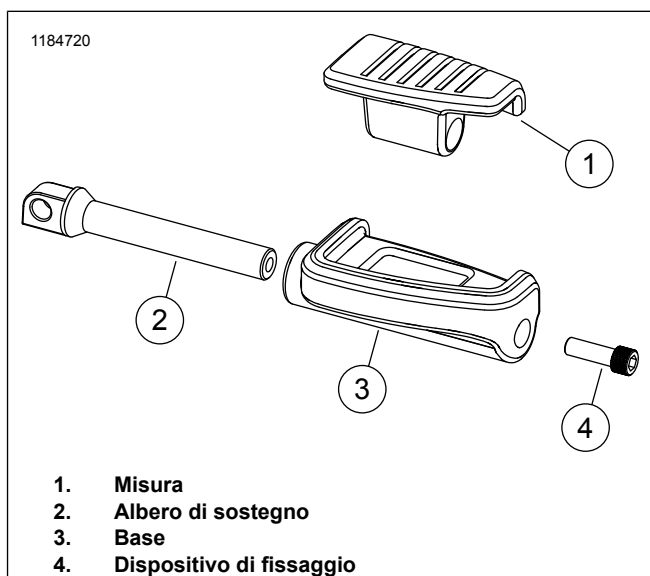

Figura 4. Kit mini-pedana: 50501148, 50501225
- Per il kit 50501148, vedere Figura 4 e Tabella 1. I dispositivi di fissaggio (2) 10500147 (cromati) sono disponibili come parti di ricambio.
- Per il kit 50501225, vedere Figura 4 e Tabella 1. I dispositivi di fissaggio (2) 10500125 (nero) sono disponibili come parti di ricambio.